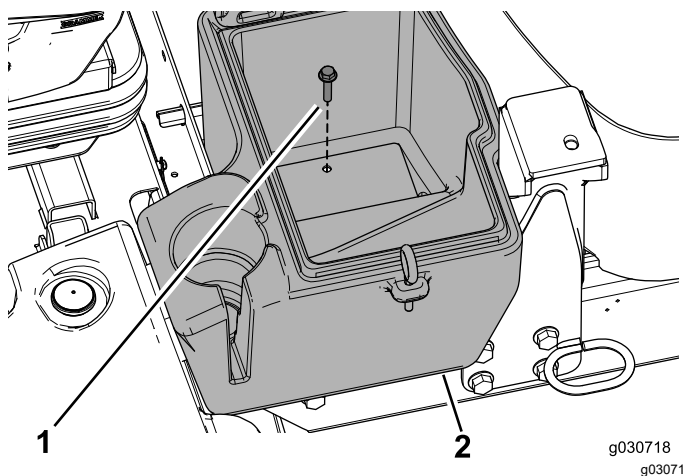

Figure 22
4. Insérez le boulon ($\frac{5}{16}$ " x $1\frac{1}{2}$ ") pour fixer le bac de rangement sur la machine (Figure 22).